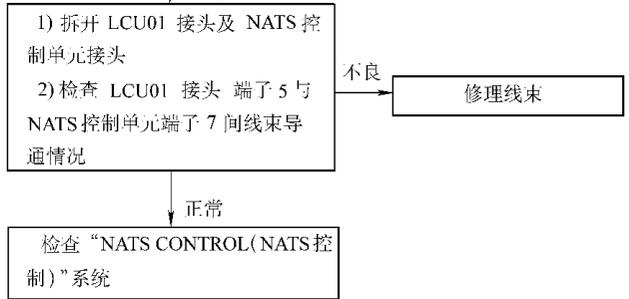

图 3-22 诊断程序 9
(9) 诊断程序 9 (NATS 控制单元信号检查), 如图 3-22 所示。